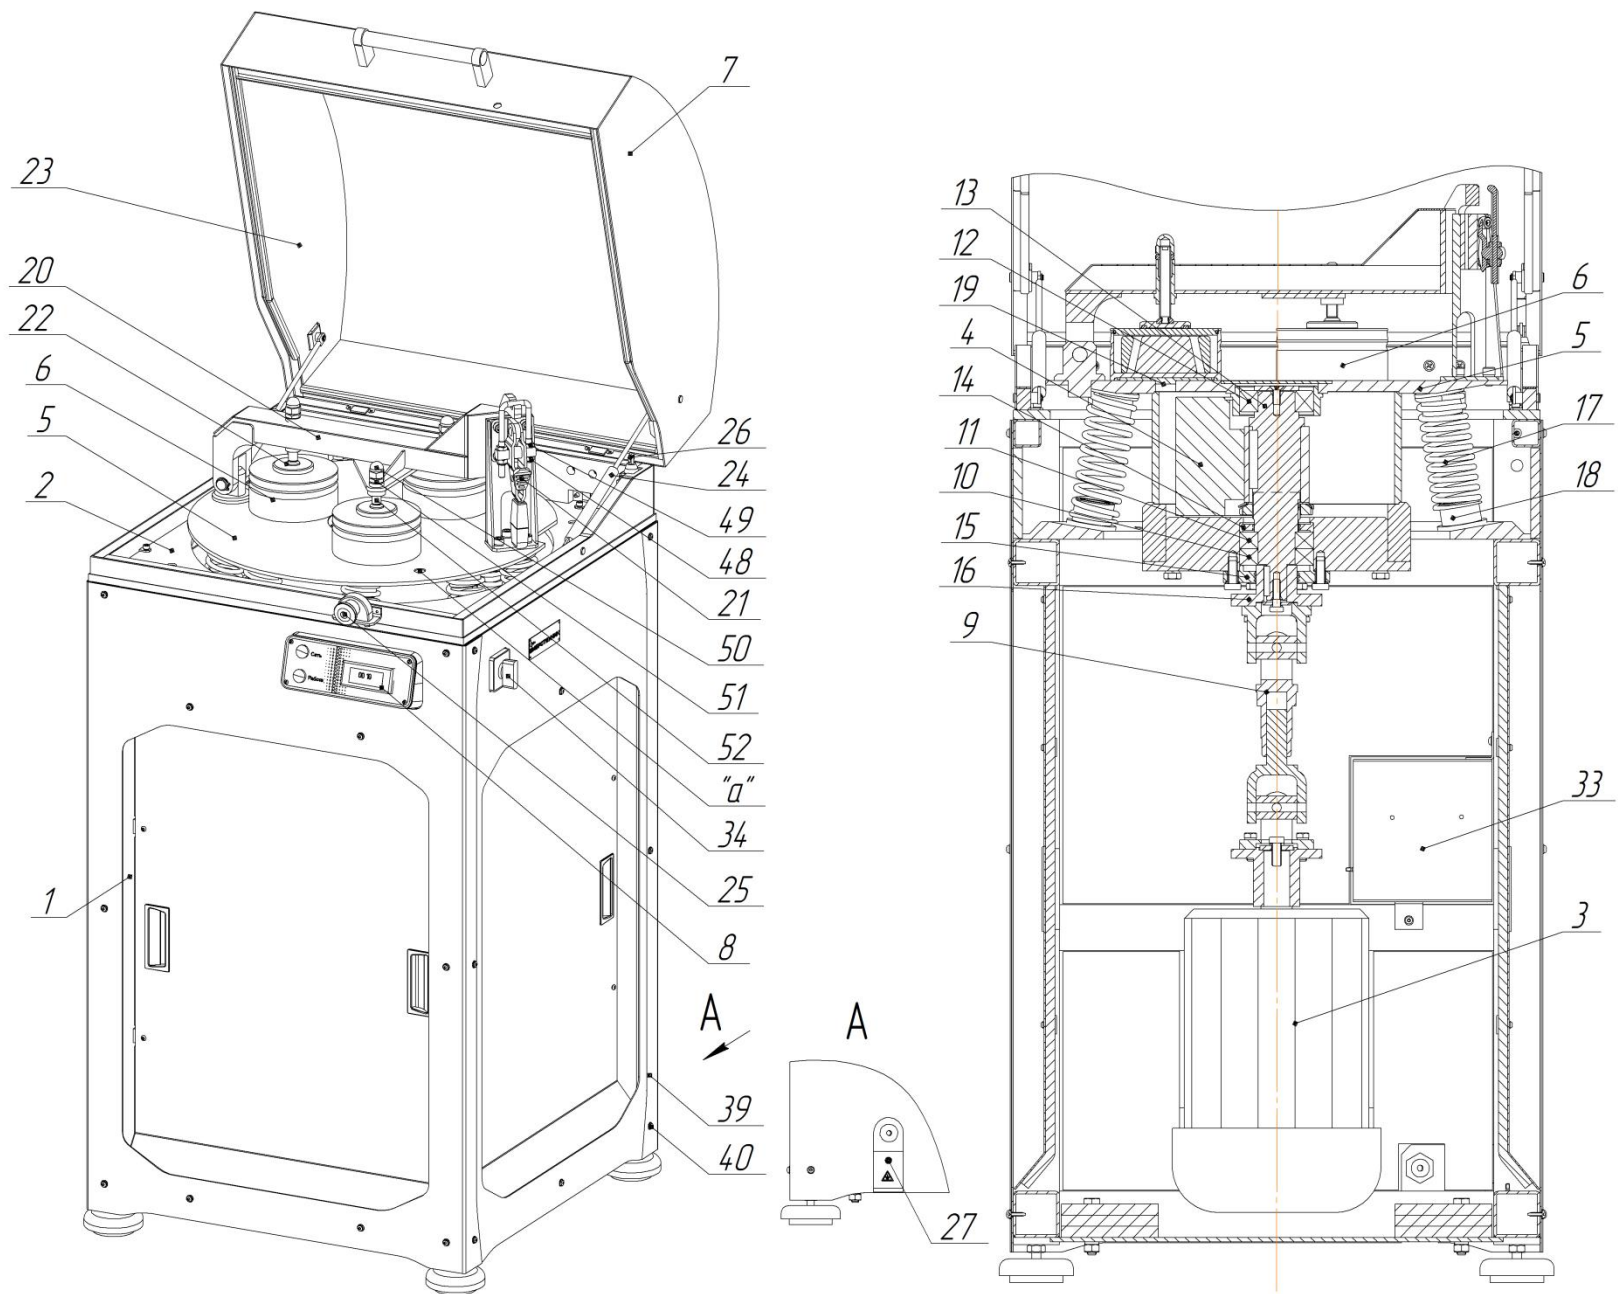

Рис. 1 - Общий вид Истирателя ИВ 3М
- проверьте работу микровыключателя 26 (Рис.1), приподняв во время работы Истирателя крышку 7. После срабатывания микровыключателя, Истиратель должен включаться только при нажатии кнопки «start»;
2.3.1 Поднимите крышку 7 (рис.1) до упора.
2.3.11 Откиньте крышку 7 (Рис.1).
- а. демонтируйте панель 39 (Рис. 1), открутив винты 40;
- в. демонтируйте платформу 5 с пружин 17. Для демонтажа платформы используйте рым-болты М16, поставляемые в комплекте, которые необходимо вкрутить в отверстия «а» платформы (Рис. 1);
Выключите Истиратель и отсоедините его от электросети и провода заземления. Удалите остатки материала со всех поверхностей Истирателя. Заполните кольцевые зазоры между стенками чаши 28 (Рис. 2), роликом 29 и кольцом 30 наполнителем, препятствующим перемещению кольца и ролика внутри чаши (поролон, бумага и т.п.) и закройте чашу крышкой 31. Установите чаши в сборе 6 на платформу 5 и зафиксируйте их прижимом 20. Между платформой 2 и плитой 5 установите 2 бруска 55 с накладкой из резины (Рис. 3). Прижмите платформу 2 к плите 5 через бруски 55 болтами 53. Между болтами 53 и платформой 2 установите фторопластовые шайбы 54. Закройте крышку 7 и зафиксируйте ее положение защелкой 25 (Рис. 1).